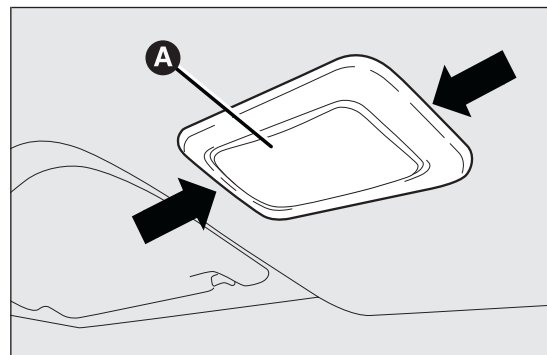

fig. 148
- ☐ extraer el plafón A fig. 148 interviniendo en los puntos indicados por las flechas;